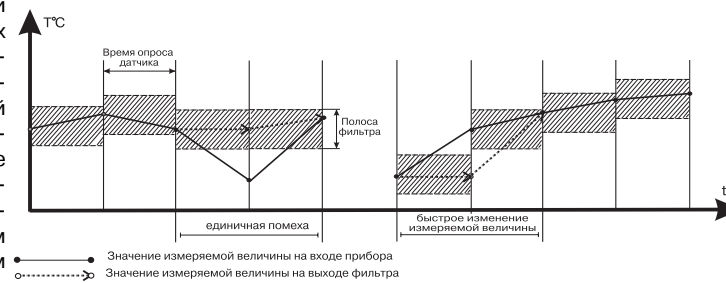

Рис. 7
повторные измерения, до тех пор, пока полученное значение не попадет в заданную полосу (рис.7). В течение всего этого времени на цифровом индикаторе остается старое значение измеренной величины.
3.1.3.2. Как видно из рис. 7, малая ширина полосы фильтра приводит к замедлению реакции прибора на быстрое изменение входной величины. Поэтому при низком уровне помех или при работе с быстроменяющимися процессами рекомендуется увеличить значение параметра или отключить действие полосы фильтра, установив в параметре b0-2 значение 00. В случае работы в условиях сильных помех для устранения их влияния на работу прибора необходимо уменьшить значение параметра. При этом возможно ухудшение быстродействия прибора из-за повторных измерений.